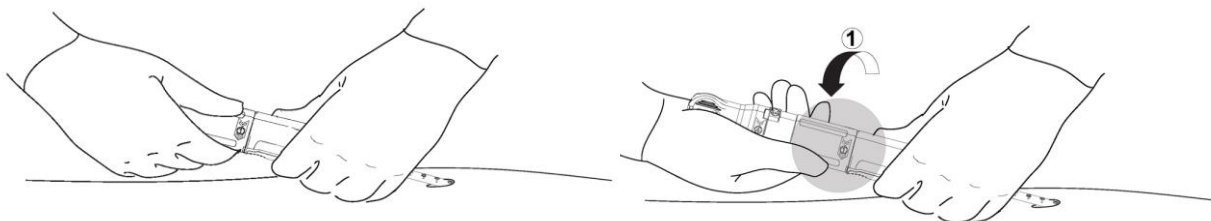

Figura 12. Fase 1 dell'azionamento del dispositivo di chiusura PerQseal+ (fuoriuscita dell'impianto dalla guaina)
Afferrare l'estremità distale dell'impugnatura del dispositivo di chiusura PerQseal+ (estremità più vicina al paziente). Tenere saldamente il dispositivo in posizione poggiando la mano sul paziente, Figura 12.
- a. Poggiare la mano sulla camma della guaina, contrassegnata con il numero '1', e ruotare questa parte dell'impugnatura di 180° nella direzione indicata per allineare i punti. Accertarsi che la mano che afferra l'estremità distale dell'impugnatura resti fissa e che l'impugnatura resti stazionaria durante questa rotazione, Figura 12. A questo punto, l'impianto è libero all'interno dell'arteria.